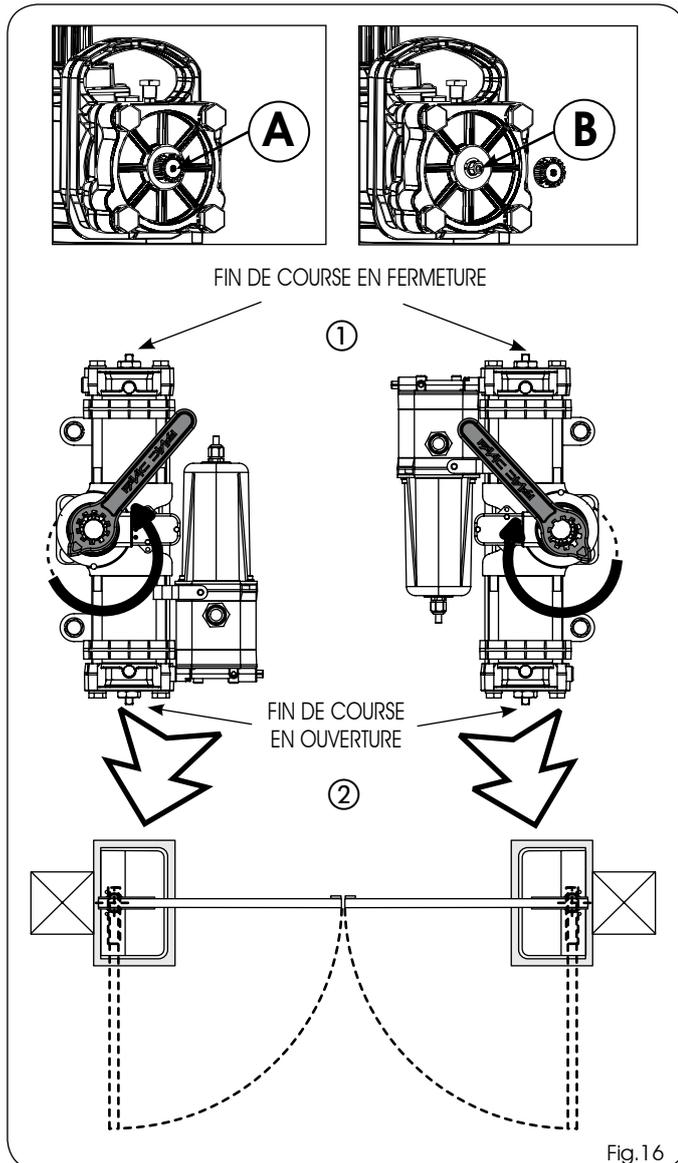

Fig.16
- 3) Dévisser sur l'opérateur le bouchon (Fig.16 réf.A) de la vis de fin de course en fermeture (Fig.16 réf. 1) et après **dévisser d'un tour la vis de fin de course (IMPORTANT POUR LA MISE EN PHASE).**
- 3) Dévisser sur l'opérateur le bouchon (Fig.16 réf.A) de la vis de fin de course en fermeture (Fig.16 réf. ①) et après **dévisser d'un tour la vis de fin de course (IMPORTANT POUR LA MISE EN PHASE).**
- 4) Tourner le pignon de l'opérateur avec la clé fournie (Fig.1 réf. ⑩), **dans le sens de la fermeture du portail**, d'après la figure 16, jusqu'à la butée interne du piston et retirer la clé.
- 3) Dévisser sur l'opérateur le bouchon (Fig.16 réf.A) de la vis de fin de course en fermeture (Fig. 20 réf.①)